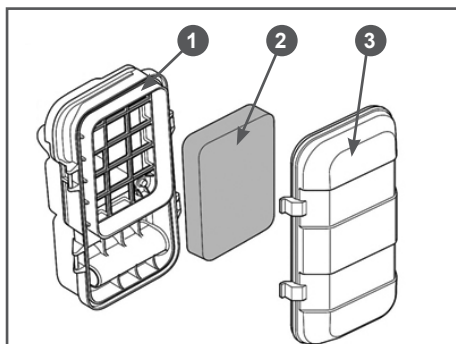

Рис. 15 Обслуживание воздушного фильтра
1. Нажмите на фиксаторы и снимите крышку 3 корпуса воздушного фильтра (Рис. 15).
2. Извлеките фильтрующий элемент 2 (Рис. 15).
5. Произведите очистку крышки 3 и корпуса 1 воздушного фильтра от грязи и пыли (Рис. 15).